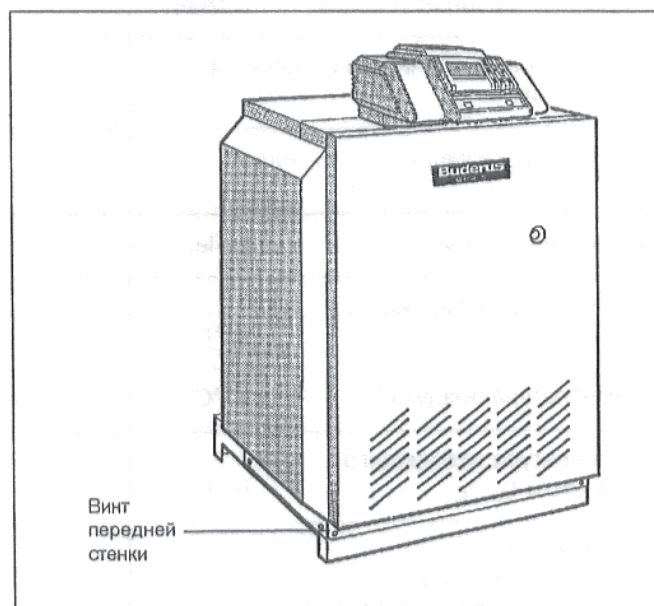

Рис. 27: G234 X, смонтирован в готовом виде
- Вставить сверху переднюю стенку котла, закрыть ее и ввернуть предохранительные винты снизу в переднюю стенку котла (Рис. 27).